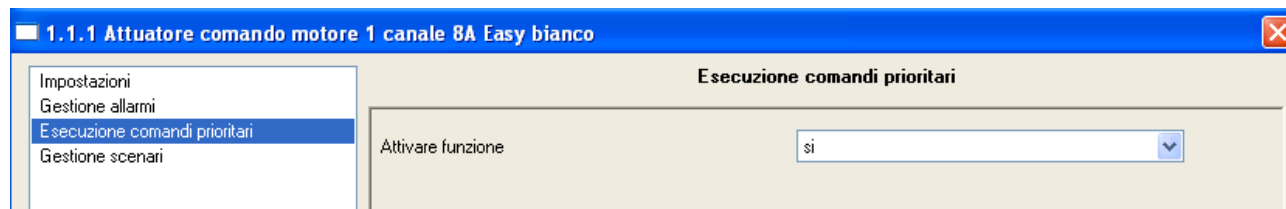

Fig. 28: Finestra di configurazione parametri **Attuatore comando motore (4) - Esecuzione comandi prioritari** per la gestione del comando prioritario di forzatura
L'attivazione della funzione di esecuzione dei comandi prioritari, come mostrato in fig. 28, permette di rendere visibile ed operativo l'oggetto di comunicazione da 2 bit necessario alla ricezione del comando di forzatura proveniente dal crepuscolare tramite l'interfaccia contatti (3). Alla ricezione del comando di forzatura a "on" l'attuatore porterà forzatamente la tapparella nella posizione tutta "giù". Durante la forzatura eventuali comandi di movimentazione ricevuti dal comando manuale non vengono attuati sino alla rimozione della forzatura stessa da parte del crepuscolare.